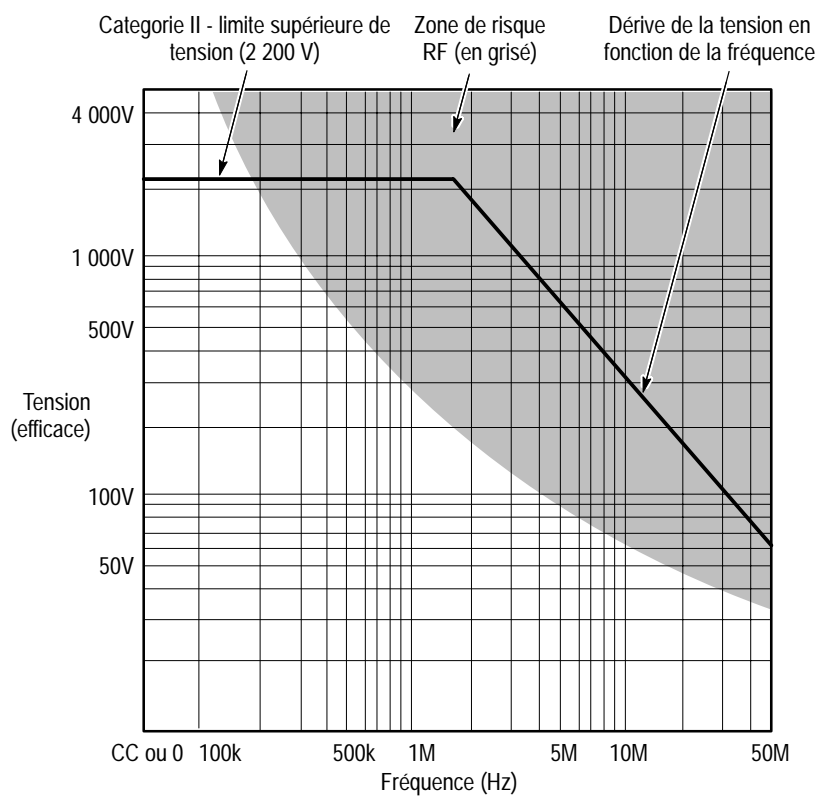

Figure 2 : Limites de sécurité (tension entre une entrée et la terre)
**AVERTISSEMENT.** Pour éviter tout dommage corporel, veillez à ne pas manipuler les câbles de la sonde lorsqu'ils sont connectés à une source dépassant les limites de tension et de fréquence indiquées à la figure 2 (page 15). L'utilisation au-delà de ces limites présente un risque de surchauffe des radiofréquences (RF).
Au-delà de 1,5 MHz, la limite de tension décroît à mesure que la fréquence augmente. Voir figure 2. La limite d'entrée s'applique aux réglages 100X et 1 000X.
Tension d'entrée nominale maximum (voir figure 2 en page 15)